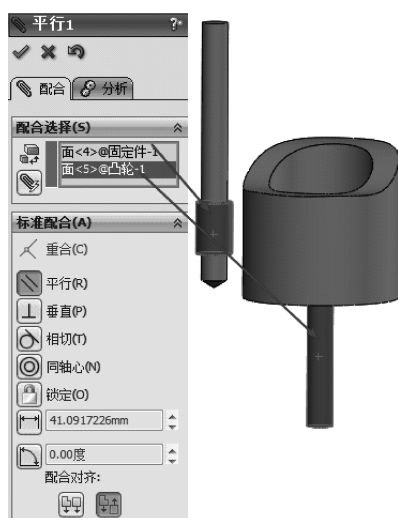

图 13-8 平行配合
3) 激活【标准配合】选项下的 (平行) 按钮,在 (要配合的实体) 文本框中,选择如图 13-8 所示的面,其他保持默认,单击,完成平行配合。